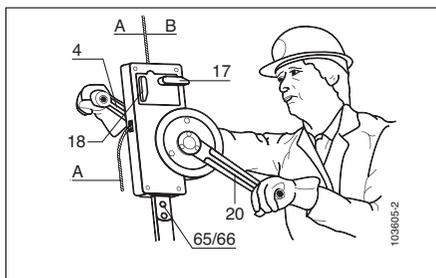

Fig. 2
Placer le treuil scafor™ sur l'étrier, le côté arrondi du carter tourné vers l'opérateur (Fig. 2). Fixer le treuil au moyen des deux vis (65). Bien serrer les écrous (66).